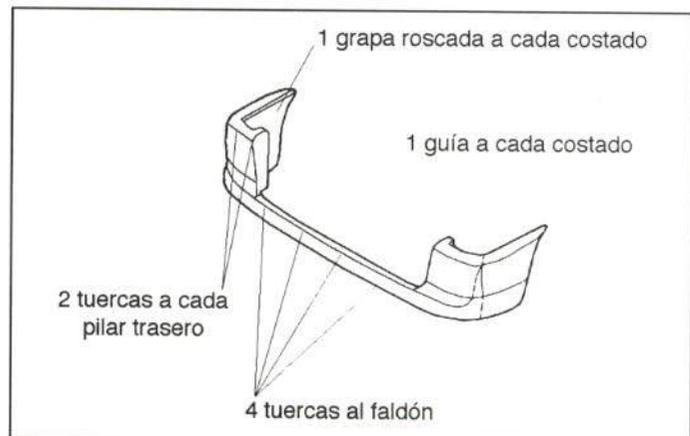

Figura 54.- Unión del paragolpes trasero
El paragolpes trasero va fijado a la carrocería, tal como se muestra en la figura 54.
- Paragolpes (figura 54).